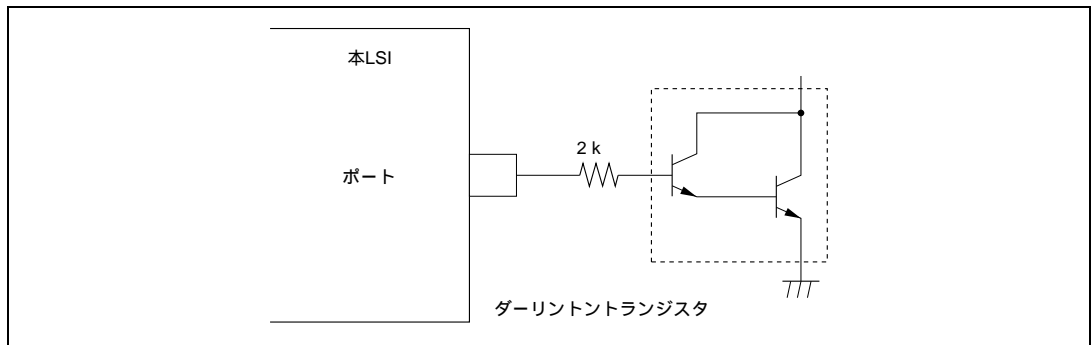
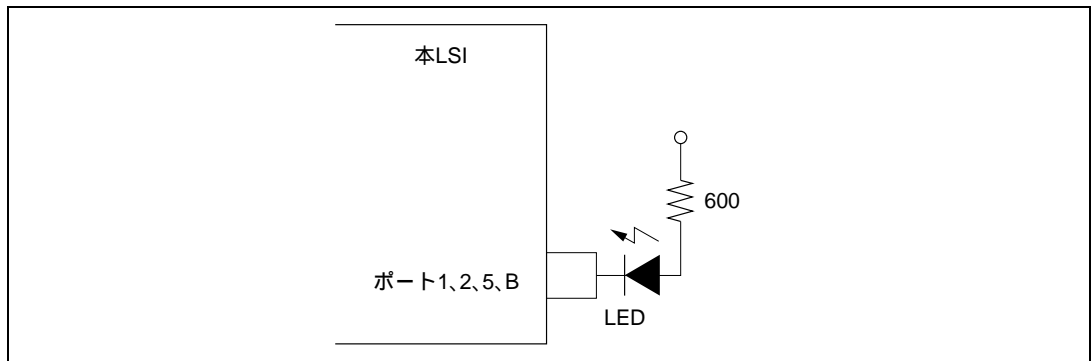

図 23.7 ダーリントトランジスタ駆動回路例
図 23.8 LED 駆動回路例
2. ダーリントトランジスタや、LED を直接駆動する場合には、図 23.7、図 23.8 に示すように、出力に必ず電流制限抵抗を挿入してください。